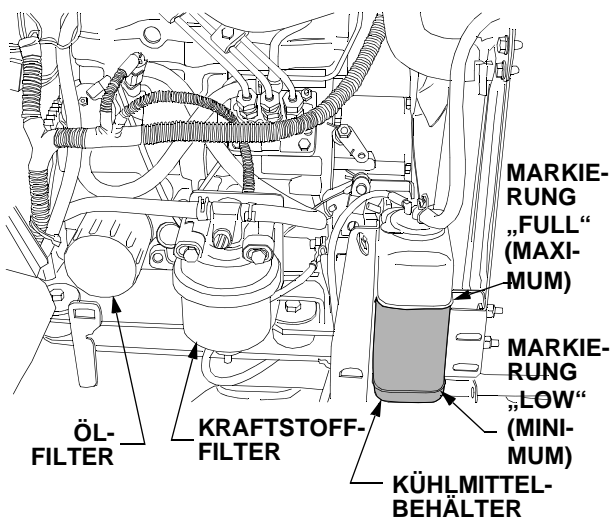

Abbildung 55
- Den Filter mit einem Filterschlüssel gegen den Uhrzeigersinn abschrauben. Siehe Abbildung 55.
- Die Motorhaube öffnen und den Kühlmittelstand im Überlaufbehälter auf der rechten Seite des Motors kontrollieren. Siehe Abbildung 55.